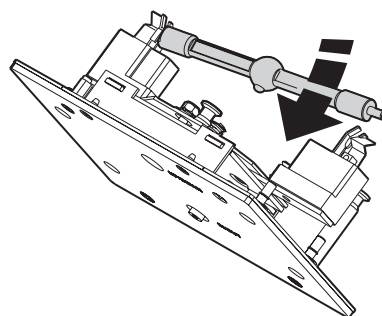

Figure 3: Mise en place de la lampe
4. Orientez le téton de la lampe neuve vers l'arrière comme indiqué sur la Figure 3, insérez la pointe gauche de la lampe dans le ressort de rétention puis engagez la lampe complètement..